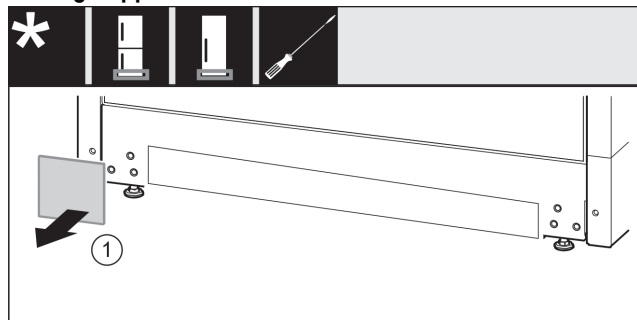

Fig. 13
- Togliere la copertura. Fig. 13 (1)